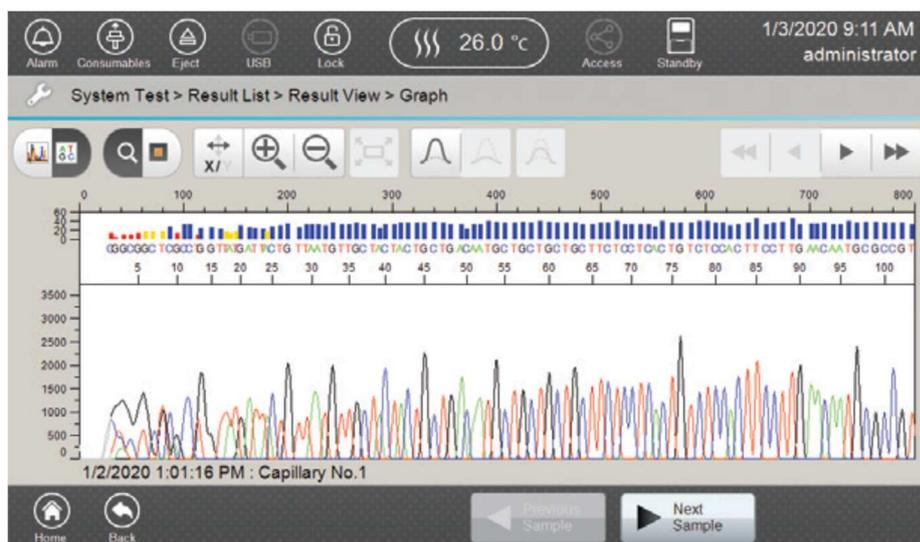

図 218 選択したサンプルの Sequencing System Test の Graph 画面
8. Graph 画面（図 218）のサンプルのデータを確認するためには、フッターの View を選択します。この画面でのアイコン類の定義や使用方法については、セクション 5.7 の Run のモニタリングで記載されている Results タブをご参照ください。